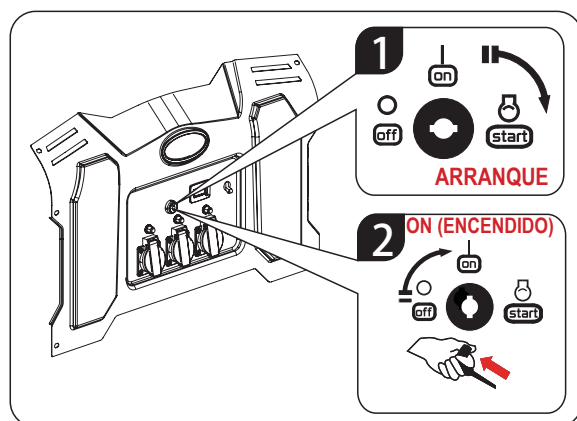

Figura 12 Arranque eléctrico
- Para el arranque eléctrico, gire el interruptor ARRANQUE/ON/OFF (Llave) a la posición "ARRANQUE" para intentar arrancar el motor. Si el motor gira y no arranca en 15 segundos, espere aproximadamente 1 minuto antes de intentar arrancarlo de nuevo. (Consulte la figura 12)